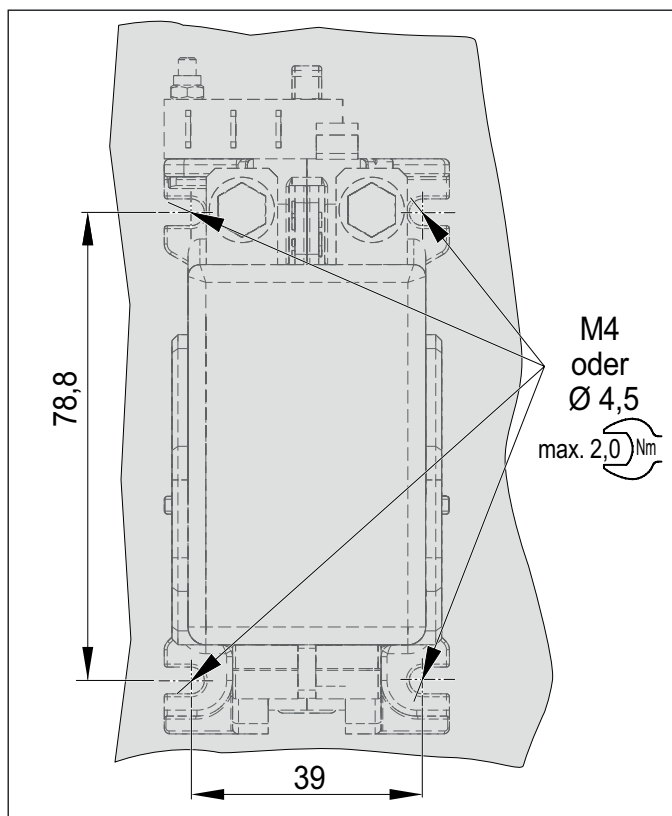
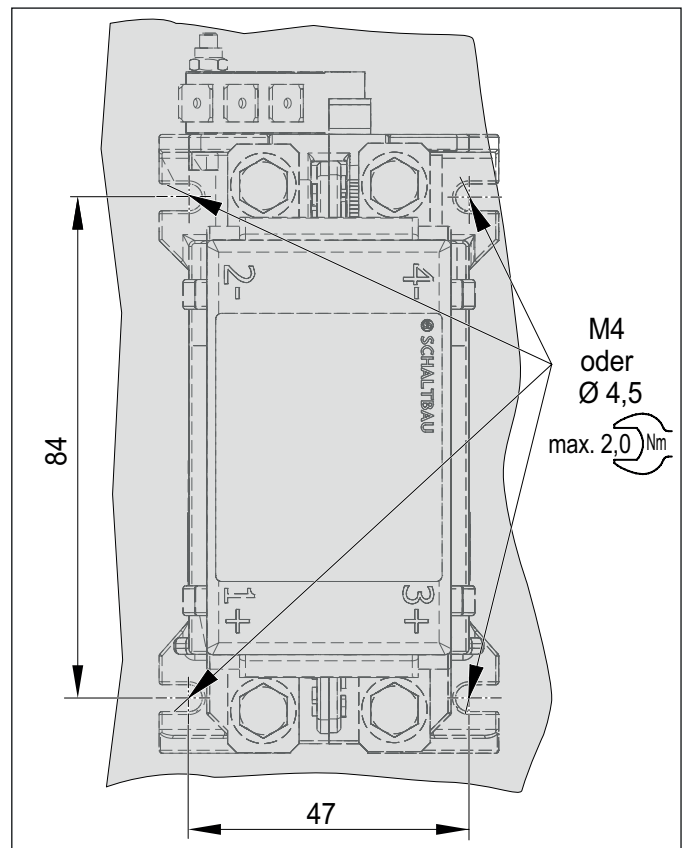

Abb. 3: C193: Maße und Anordnung der Montagebohrungen
Abb. 4: C294: Maße und Anordnung der Montagebohrungen
- ▶ Für die Befestigung der Schütze ist eine geeignete Montageplatte mit 4 Montagebohrungen gemäß nachstehenden Maßzeichnungen (*Abb. 3 und Abb. 4*) vorzusehen.